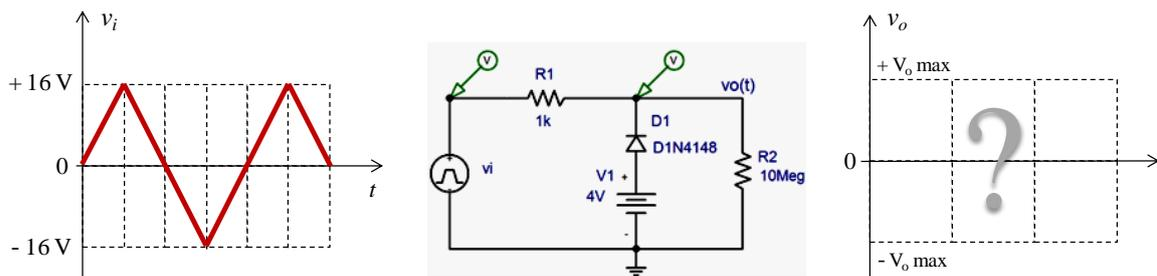

Figura 1.147 – Ceifador paralelo com entrada triangular, simétrica em relação ao eixo do tempo.
►► **Exemplo 27** – Encontrar o sinal de saída do ceifador da Figura 1.147, para um sinal de entrada de onda triangular (32 V_{pp} , em 10 kHz).